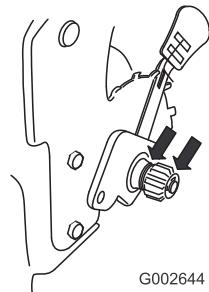

Bild 41
- Tragen Sie Schmieröl auf die Innen- und Aussenseiten des Getriebes auf, wie in Bild 41 gezeigt.